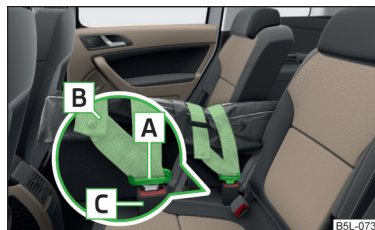

Fig. 95
- Meta las lengüetas **A** » fig. 95 en los cierres del cinturón de seguridad central **C**, primero a un lado y luego al otro lado.